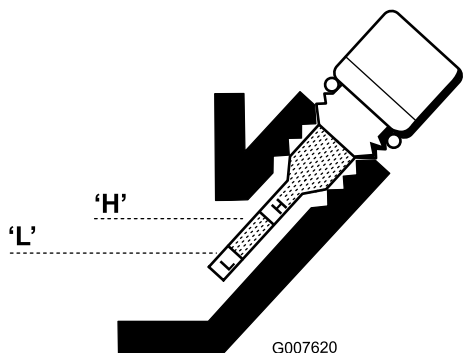

Рисунок 35
4. Протрите масломерный щуп дочиста и вставьте его в заливное отверстие. Не заворачивайте щуп в отверстие. Затем извлеките щуп и проверьте уровень масла. Если уровень низкий, добавьте ровно столько масла, чтобы поднять уровень до области между метками «Н» и «L» на щупе (Рисунок 35). Проверьте уровень масла. Не допускайте переполнения.